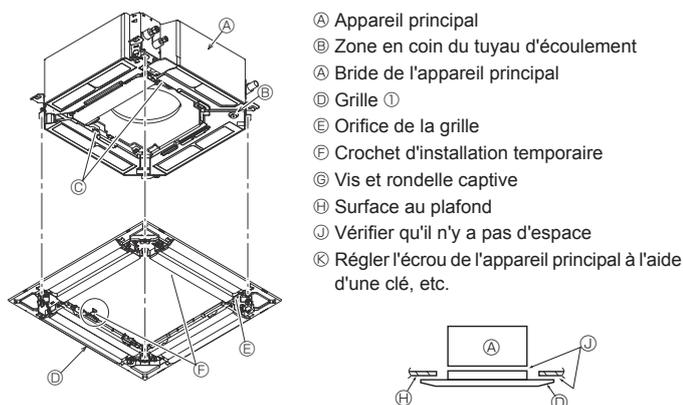

Fig. 9-6
### 9.4.2. Mise en place provisoire de la grille (Fig. 9-6)
- Fixez la grille sur l'appareil principal en serrant les vis mises en place au préalable. (Fig. 9-6)
- Vérifiez qu'il n'y a pas d'espace entre l'appareil principal et la grille ou entre la grille et la surface du plafond. (Fig. 9-6)
- Après avoir serré la vis, vérifiez que les deux crochets de la grille (Fig. 9-6) sont en prise avec les crochets de l'appareil principal.